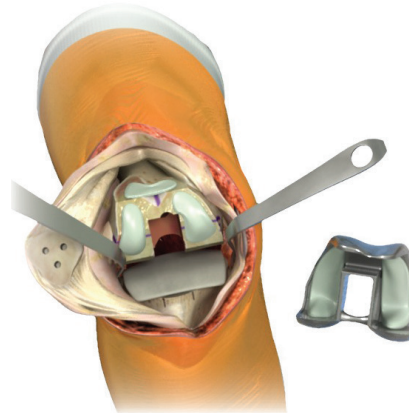

Figura 26b
- Flexione la rodilla a 90°, manteniendo el Retractor de Hoffman lateralmente y removiendo el retractor Aufranc. Mezcle y prepare cemento óseo para el componente femoral y el fémur distal. Aplique cemento al componente femoral o al hueso, según la preferencia del cirujano (Figura 26b).